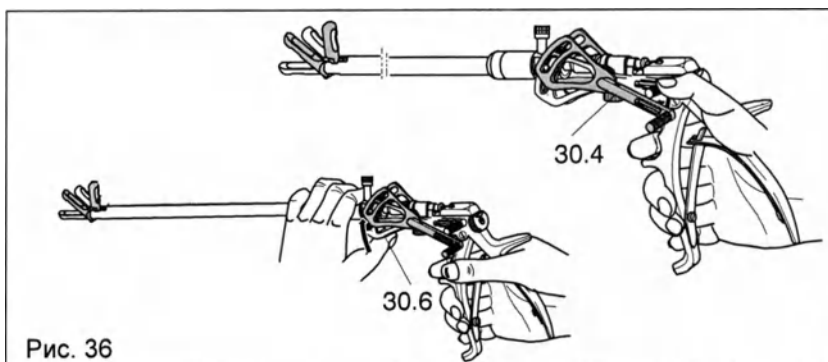

Рис. 36
- ◇ Отклонение зажимных губок (Рис. 36):